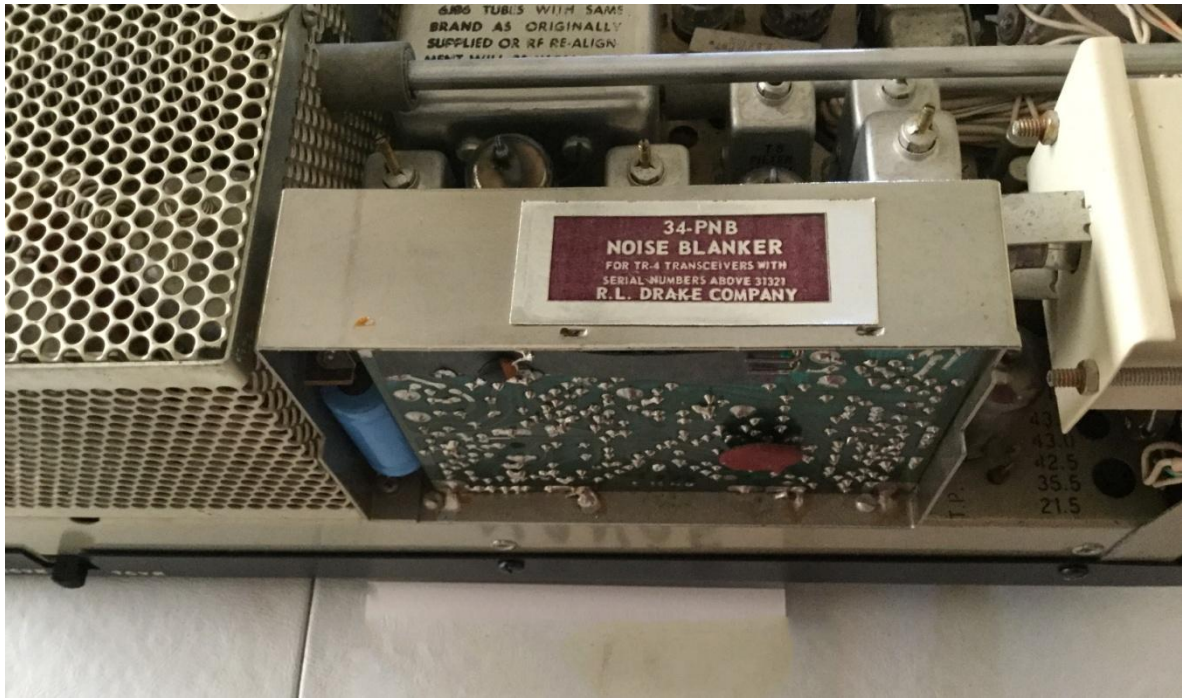

Figura 3 El 34-PNB montado en el transceptor Drake
- Figura 3 El 34-PNB montado en el transceptor Drake